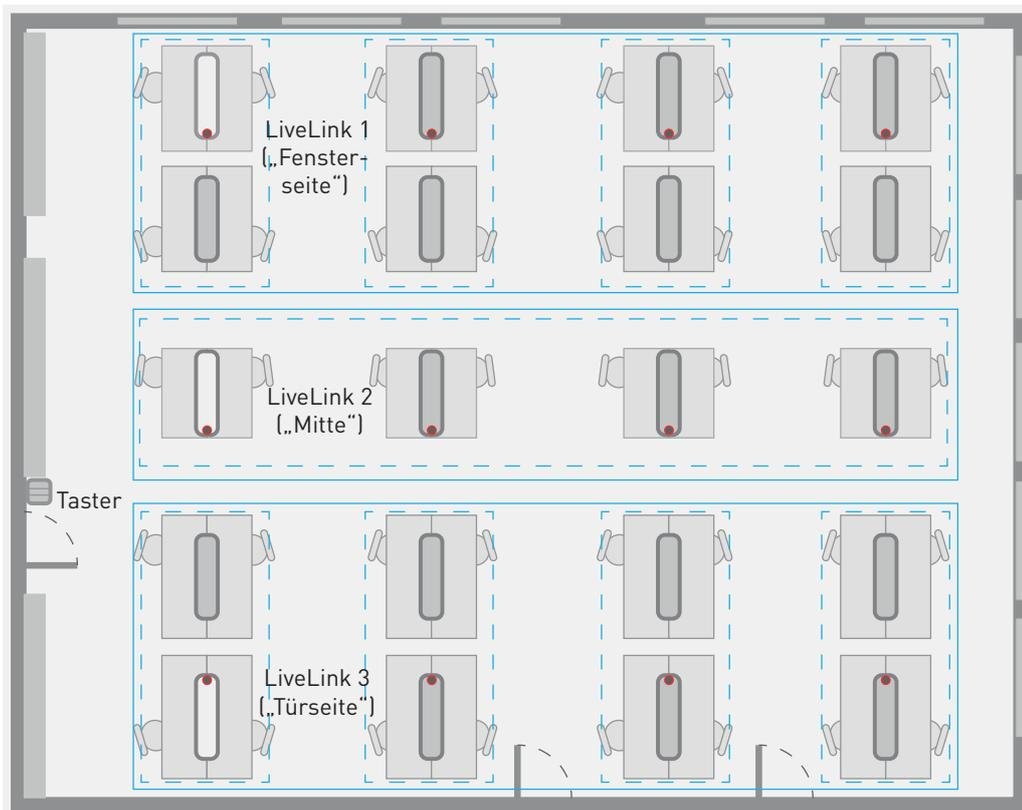
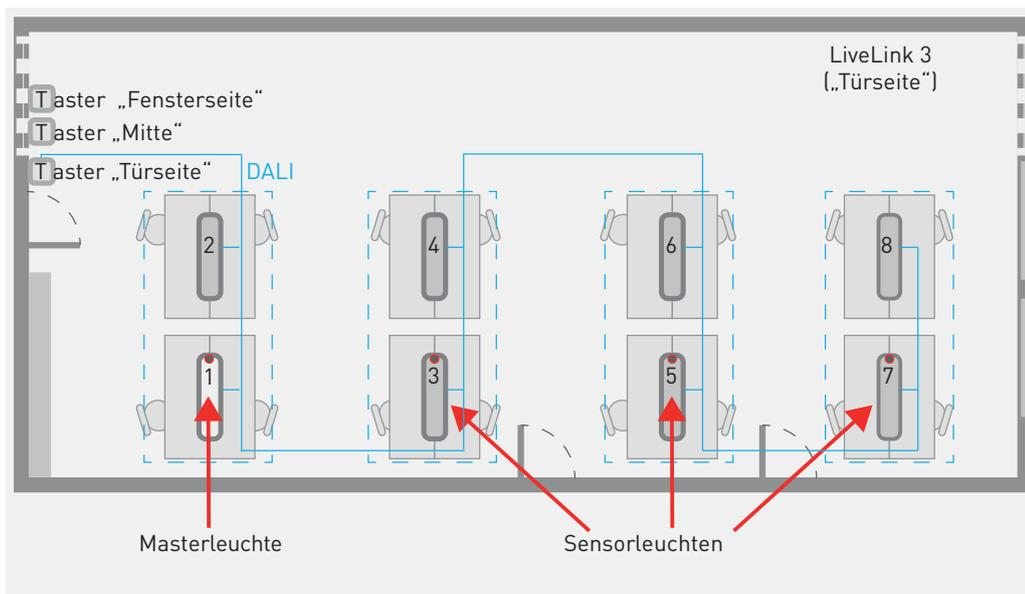

Abbildung 7: Circadiane Arbeitsplatzbeleuchtung im Großraumbüro mit 20 Doppelarbeitsplätzen:
Abbildung 9: LiveLink-System im HCL-Großraumbüro:
Für den direkten Lichtanteil erstreckt sich die Anwesenheitserfassung jeweils über zwei bzw. vier Doppelarbeitsplätze (siehe Abbildung 7) und ist ebenfalls im vollautomatischen Betrieb eingerichtet. Zusätzlich ist der direkte Lichtanteil je Sensorleuchte (Leuchtenpaar oder Einzelleuchte) tageslichtabhängig geregelt und kann bzgl. Lichtfarbe und Helligkeit individuell mit der LiveLink-App „Control“ eingestellt werden.
Es werden 3 unabhängige LiveLink-Installationen mit je 8, bzw. 4 Leuchten eingerichtet (siehe Abbildung 7). Je ein LiveLink-Steuergerät und ein Sensor sind bereits in die Mastleuchten integriert. Weitere Leuchten sind als Sensorleuchten ausgeführt (siehe Abb. 9). Je LiveLink-System wird ein Tasterkoppler installiert (siehe Kapitel 5 „Installation“ auf Seite 47).
- Die Sensorleuchten sind so auszurichten, dass das verfügbare Tageslicht und die Anwesenheit an beiden zugewiesenen Doppelarbeitsplätzen gut erfasst werden (siehe Abbildung 7).
Die Netzwerknamen der LiveLink-Systeme sind für eine sinnvolle Zuordnung anzupassen – z. B. in „Fensterseite“, „Türseite“ und „Mitte“ (siehe Abbildung 7 sowie Kapitel „WLAN-Zugang und Apps“ auf Seite 58).
- Dem Direktlichtanteil jedes Leuchtenpaars (Abbildung 7, gestrichelt markierter Bereich) wird eine eigene Leuchtengruppe zugeordnet.
- Die Sensoren in der Abbildung 7 bekommen folgende Funktionen zugewiesen:
(a) WLAN-Verbindung zum LiveLink-System „Fensterseite“ herstellen (siehe Abbildung 7)
- Aufruf einer Leuchtengruppe (z. B. „direkt 7 / 8“, siehe Abbildung 9): Ein- / Ausschalten und Einstellen eines Dimmwertes, siehe Abbildung 8f. Eine gegebene Konstantlichtregelung wird mit dem Aufruf der Gruppe deaktiviert. Schaltverhalten der aktuellen Lichtszene.
Nach der Zuordnung der Komponenten (siehe vorherige Doppelseite) ist es sinnvoll, den Leuchtengruppen instruktive Bezeichnungen für die spätere Bedienung mit der „Control“-App zu geben. Für das in Abbildung 9 gezeigte System sind mögliche Bezeichnungen in Tabelle 4 gezeigt.
- Alle Leuchtengruppen eines Systems werden einem Gruppentaster zugeordnet, siehe Abbildung 9.